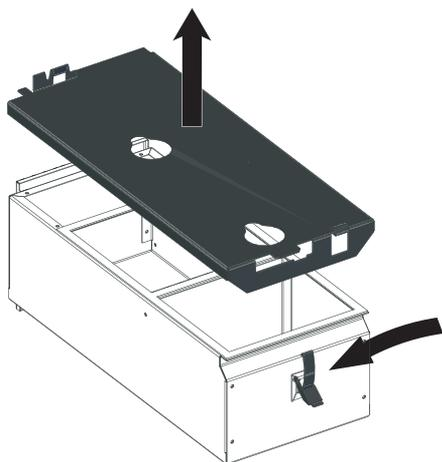

Fig. 34 Aprire le chiusure a staffa di fissaggio, rimuovere il coperchio e svuotare il contenitore cenere
- ▶ Allentare le chiusure a staffa di fissaggio laterali, rimuovere il coperchio e svuotare il contenitore cenere – Fig. 34.